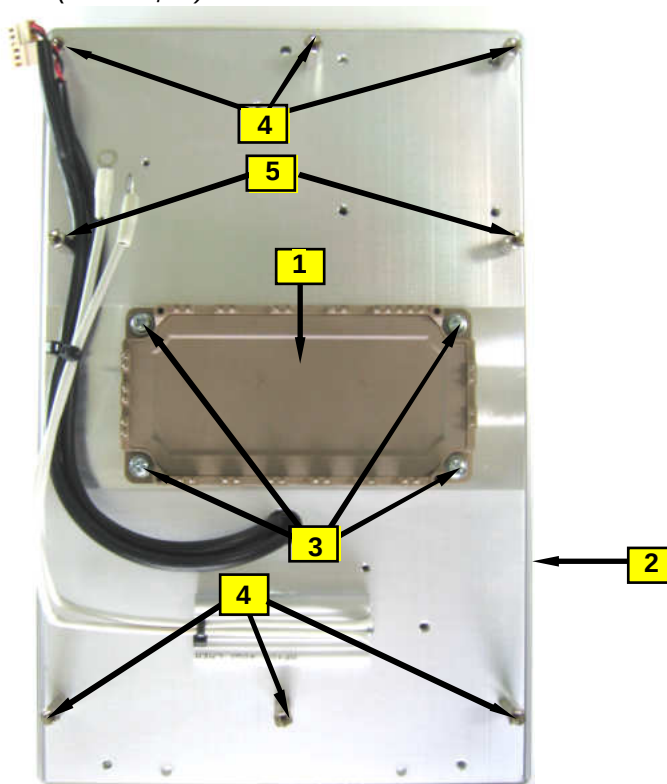

Рис. 7.3
- 7.2.3. Установить матрицу «1» над отверстиями радиатора (рис. 7.3) и слегка притереть.
- 7.2.4. Вкрутить четыре винта «3» (рис. 7.3) для предварительного крепления матрицы.
- 7.3.2. Установить плату драйверов, совместив отверстия платы с резьбовыми отверстиями стоек «4» и «5» (рис. 7.3) и выводами матрицы.